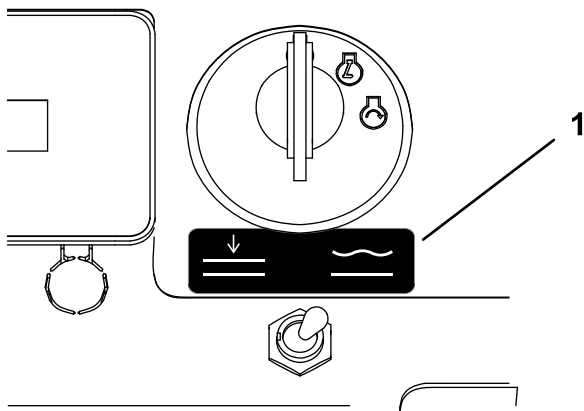

Figure 7
9. Apposez l'autocollant devant l'interrupteur (Figure 7).